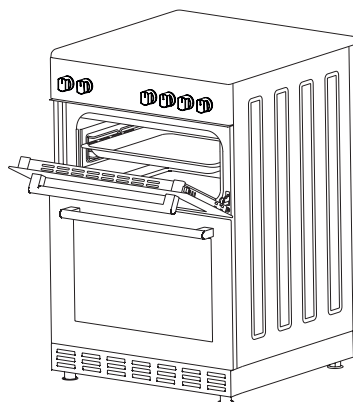

Рис. 32
3. Поместите защитную панель под панелью управления, открыв переднюю стеклянную крышку духовки. (рисунок 32)